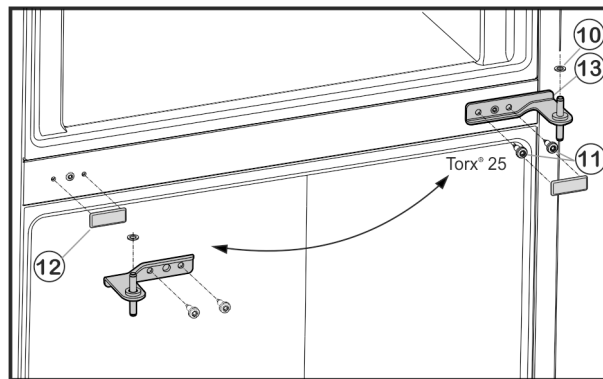

Fig. 6
- ▶ Bevestigingsbouten Fig. 6 (11) losschroeven (2 maal Torx® 25) en het middelste scharnierblok uit de onderste deur trekken.
- ▶ Kunststof ring Fig. 6 (10) verwijderen.
- ▶ Afdekking Fig. 6 (12) voorzichtig wegtrekken.
- ▶ Afdekking Fig. 6 (12) terugplaatsen op de andere zijde.
- ▶ Middelste scharnierblok Fig. 6 (13) 180° gedraaid in de onderste deur plaatsen en met bevestigingsbouten Fig. 6 (11) (2 maal Torx® 25) op de nieuwe scharnierkant **stevig (met 4 Nm)** aandraaien.
- ▶ Kunststof ring Fig. 6 (10) weer aanbrengen.
- ▶ Bovenste deur op het middelste scharnierblok Fig. 6 (13) plaatsen.